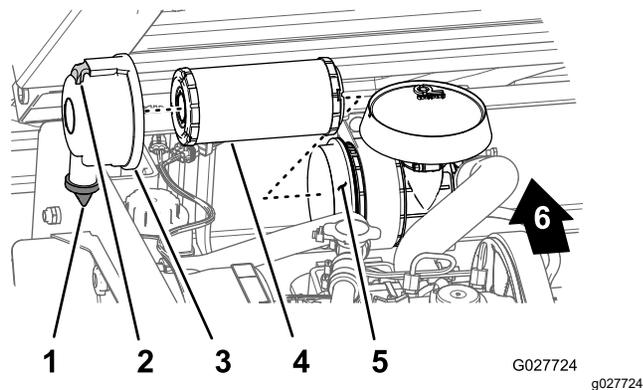

図 35
2. エアフィルタ本体にリーク原因となりそうな傷がないか点検する 図 35。
3. ラッチを引いて外し、カバーを左にひねってボディからはずす 図 35。
5. 汚れを落とさないように注意しながら、ハウジング 図 35 内部からエレメントを静かに引き出す。
1. エアフィルタのカバーについている異物逃がしポートを清掃する 図 35。
2. カバーについているゴム製のアウトレットバルブを外し、内部を清掃して元通りに取り付ける (図 35)。
3. エレメントをハウジング内部にしっかり取り付ける。エレメントの外側のリムを軽く押さえて確実にハウジングに密着させる 図 35。
4. アウトレットバルブが下向き後ろから見たとき、だいたい時計の5時と7時の間になるようにカバーを取り付ける 図 35。
5. カバーをハウジングにラッチで固定する (図 35)。